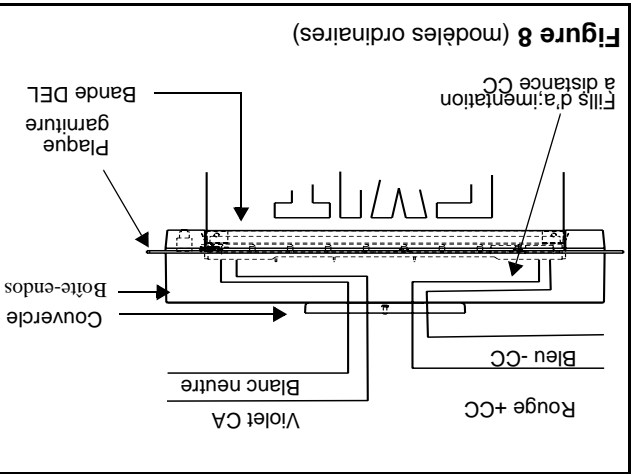
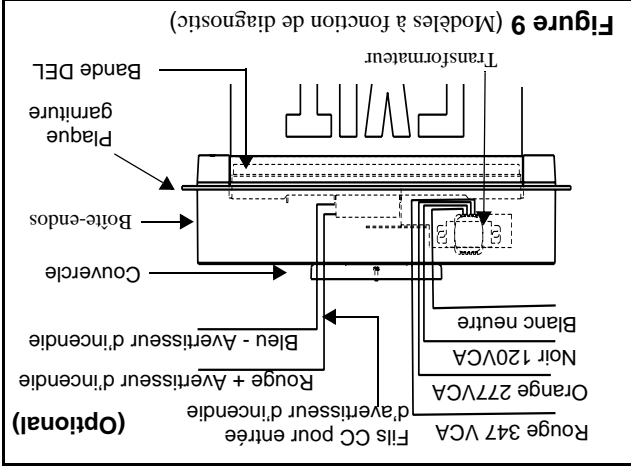

Figure 8 (modeles ordinaires)
Figure 9 (Modeles à fonction de diagnostic)
- a. Executez les connexions appropriees. Ce systeme convient à des tensions d'entree de 120 à 347 VCA. Pour les modeles ordinaires, raccordez les fils de sortie violet (sous tension) et blanc (commun) au service de l'edifice (Figure 8). Pour les modeles à fonction de diagnostic, raccordez les fils de sortie blanc (commun), noir (120 VCA) ou rouge (347 VCA) au service de l'edifice (Figure 9).